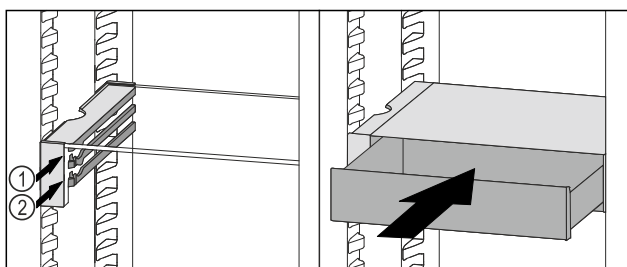

Fig. 140
- ▶ Așezați sertarul VarioSafe în spatele opritoarelor pe nervura dorită Fig. 140 (1) sau Fig. 140 (2).